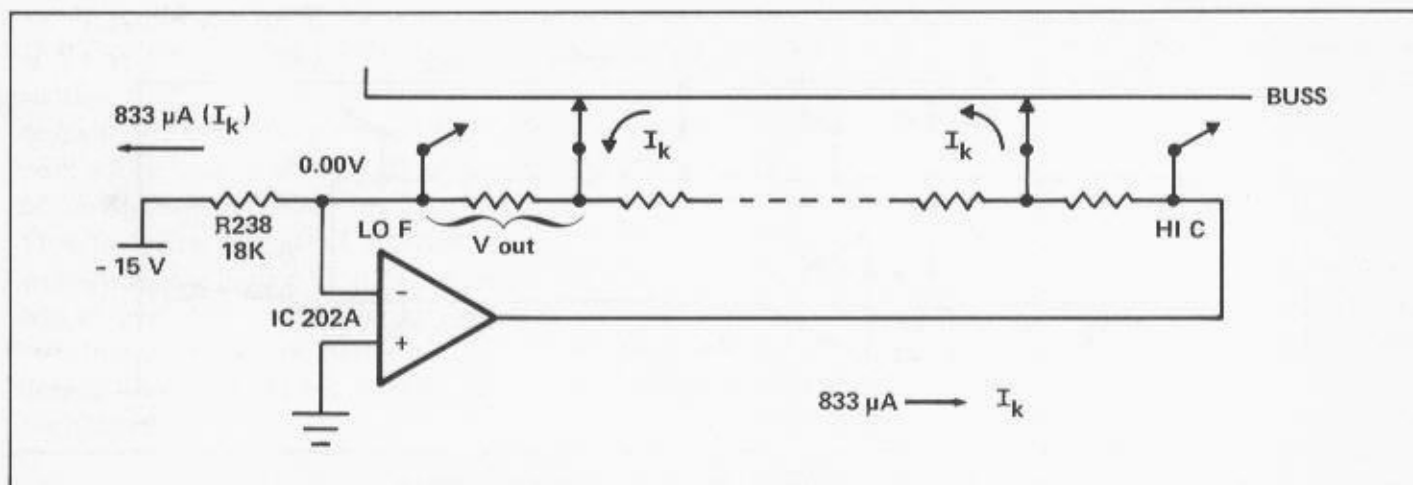

FIGURE 2-2 KEYBOARD CONTROL VOLTAGE GENERATION
2.2.1 DC OPERATION (CONTROL VOLTAGE GENERATION) (FIGURE 2-2)